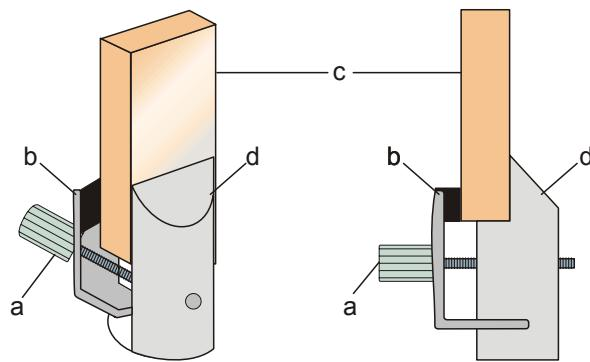

Fig. 5 Montage du cristal sur le porte-échantillon (a Vis, b Griffe de serrage, c Cristal, d Partie fixe du porte-échantillon)
- Enlever la griffe de serrage du porte-échantillon et placer les baguettes en verre (1000665) sur le porte-échantillon au moyen du clip de montage (voir Fig. 5).
- Régler le bras de mesure sur l'angle $2\theta = 45^\circ$. Sélectionner le côté du goniomètre pour que le rayon incident et le rayon réfléchissant se situent sur la face inclinée du porte-échantillon (voir également Fig. 5).